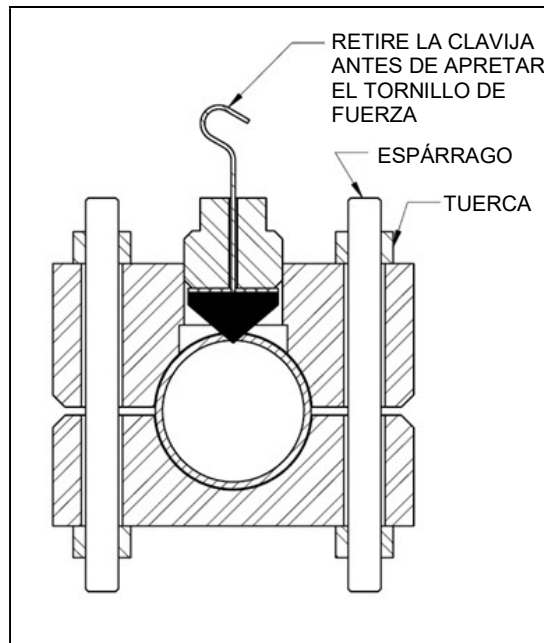

Figura 5
7. Sostenga la abrazadera "PLIDCO Smith+Clamp" firmemente en su lugar y ajuste los espárragos y las tuercas de manera uniforme al valor de par de apriete que se muestra en la Tabla 1. Debe mantenerse un espacio igual todo alrededor de las dos mitades del accesorio. Para asegurarse de que haya un encaje completo de las tuercas debe tenerse un mínimo de 2 roscas sobresaliendo de la tuerca como se muestra en la Figura 5. Si el accesorio debe soldarse para hacer que la abrazadera "PLIDCO Smith+Clamp" sea permanente, deje un mínimo de 3/16" (4.8 mm) de la rosca sobresaliendo de cada tuerca.
9. Apriete el tornillo de fuerza a un valor de par de apriete de 70 a 80 pies-libras (95 a 109 Nm). El conjunto completo debe verse como se muestra en la Figura 5, menos la aguja guía.